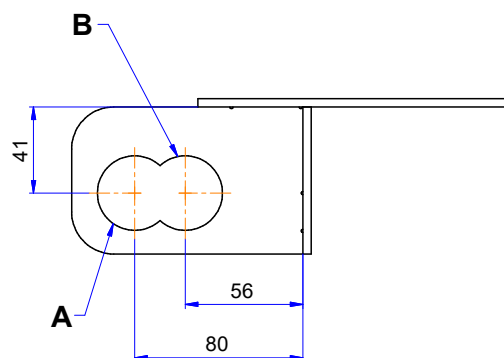

Bild 31. Monteringsalternativ jigg
6. Montera lyftarmarna vid jiggens öron. Läge A skall användas om bryggan är utrustad med bavetta, i övrigt läge B. Se Bild 31. Använd stålbyggans ordinarie ledbultar. I de fall montering med monteringsjigg inte kan ske, mät motsvarande avstånd mellan lyftarm och flak, se Bild 31.